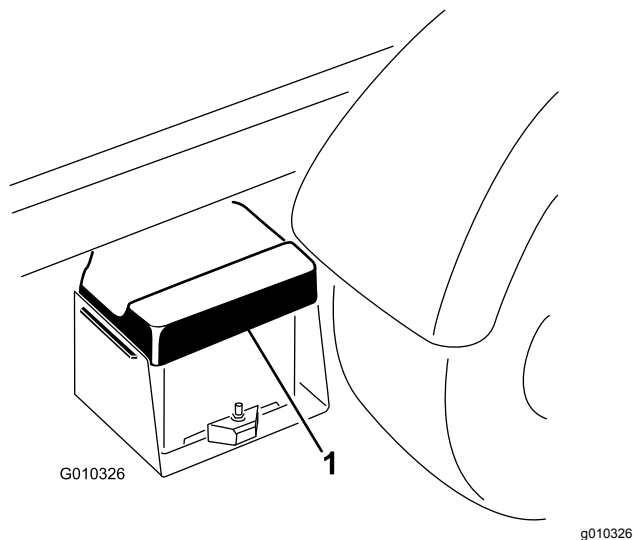

図 51
1. バッテリーカバーをたわめて、タブをバッテリーベースから外し、カバーをバッテリーから取り外す 図 51。